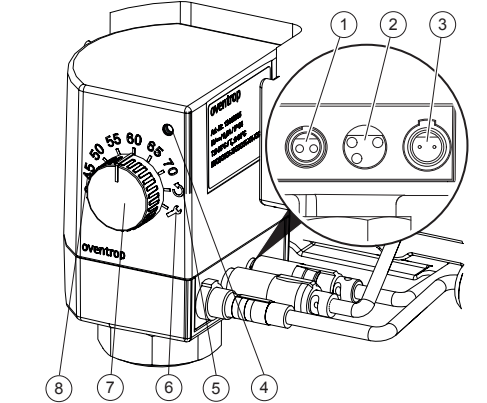

Abb. 1: Einstellmöglichkeiten / elektrische Anschlüsse
- Vor der Montage des Stellantriebs müssen Sie den vorhandenen Stellantrieb demontieren. Für die Demontage stellen Sie den Stellantrieb auf Service-Mode (siehe Abb. 1). Dadurch fährt der Stellantrieb auf und die Demontage wird erleichtert.